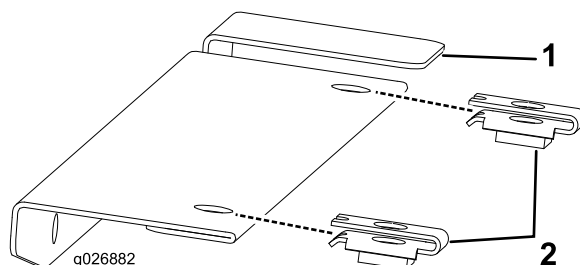

Figura 18
3. Instale 2 tuercas de retención en la cubierta izquierda (Figura 18).